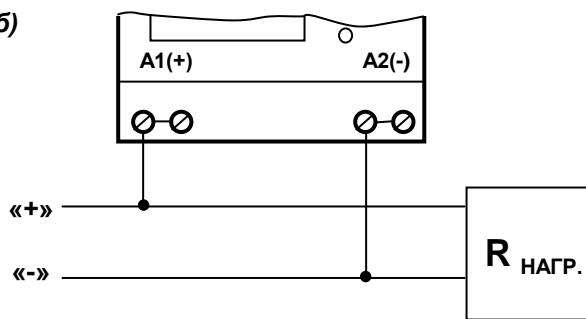

Рис.1. Типовая схема подключения вольтметра V-03(DC):
4.3. Произвести подключение входной контролируемой сети, согласно маркировке (Рис.1.): для однофазной сети переменного тока A1(+) – фаза (нейтраль), A2(-) – нейтраль (фаза); для сети постоянного тока A1(+) – плюсовой провод, A2(-) – минусовой провод. Сечение подключаемых проводов должно быть 0,5...1,5 мм кв.